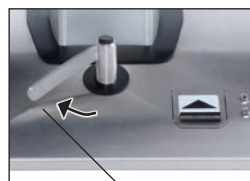

Bild 8
- Hebel nach links bewegen  (4, Bild 8), um das Fahrgestell auszufahren.